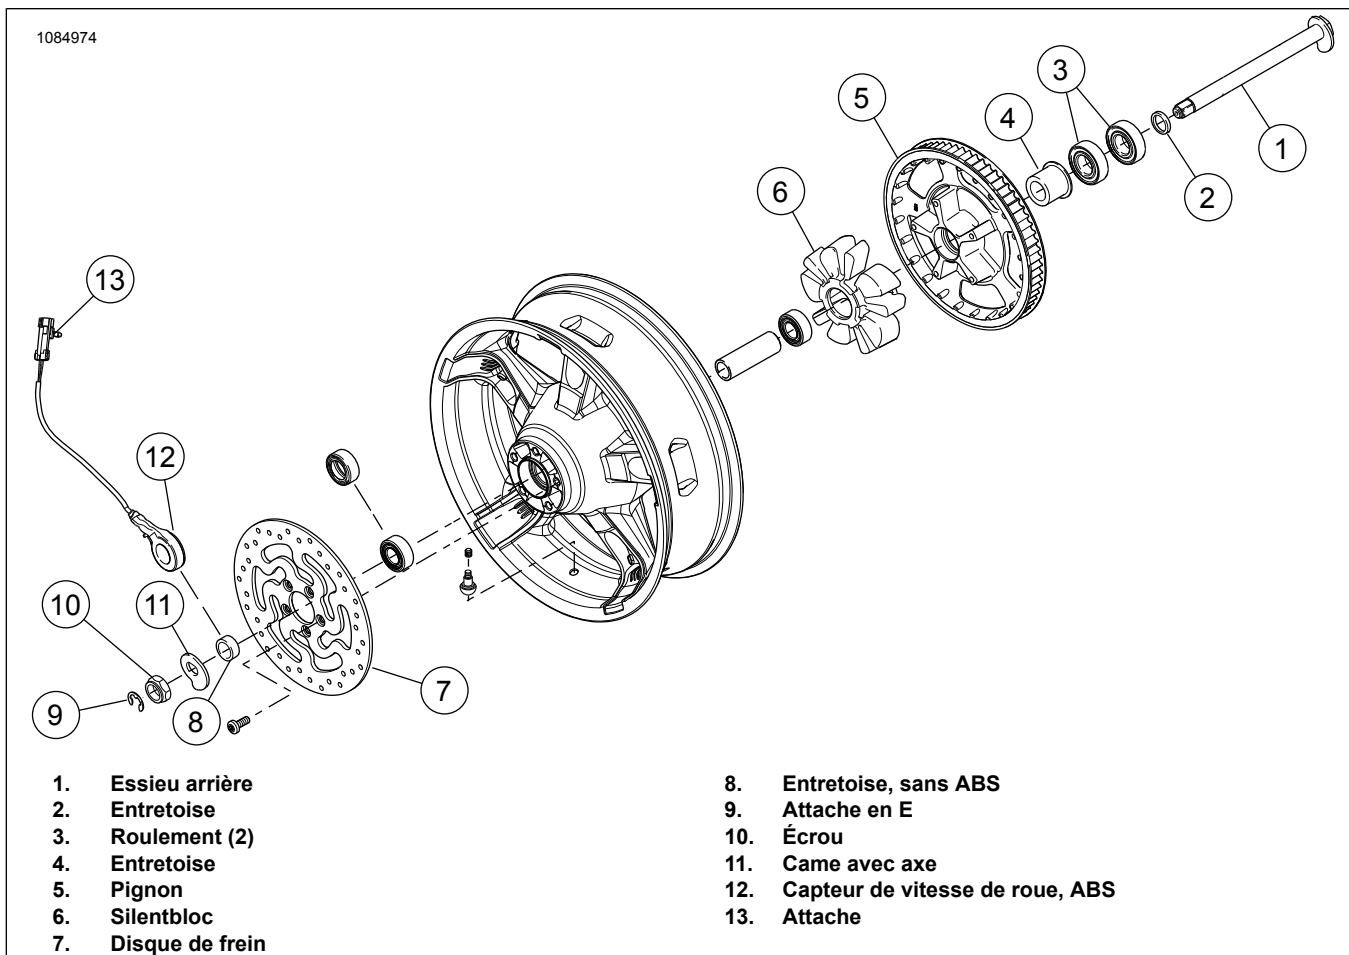

Figure 2. Pièces de la roue arrière à réutiliser
3. Voir la figure 2. Retirer et démonter l'ensemble roue arrière existant. Les pièces répertoriées sont nécessaires au remontage. Consulter le manuel d'entretien.